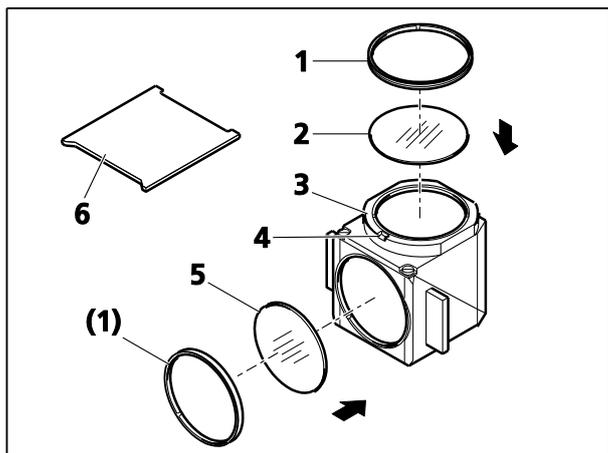

Fig. 36 Remplacement du jeu de filtres dans le module réflecteur FL P&C
- Retirer le module réflecteur FL P&C (Fig. 36/3) de la tourelle porte-réflecteurs et le déposer (voir aussi le paragraphe 4.11.2).
- Utiliser la plaque de montage (Fig. 36/6) du jeu d'outils pour dévisser la bague de retenue (Fig. 36/1).
- Tourner le module réflecteur afin que le filtre (Fig. 36/2 ou 5) tombe sur une surface lisse.
- Insérer le filtre interférentiel (filtre d'émission) dans (Fig. 36/2), et le filtre excitateur dans (Fig. 36/5). Fixer les deux filtres avec les bagues de retenue (Fig. 36/1).
Le filtre interférentiel et le filtre excitateur peuvent porter une désignation et une flèche sur leur circonférence. La flèche indique le sens dans lequel le filtre doit être inséré dans le module réflecteur ; elle doit toujours être dirigée vers l'intérieur (voir flèches à la Fig. 36).
Lors de l'insertion du filtre interférentiel correspondant dans un module réflecteur, aligner cette étiquette avec l'encoche d'orientation (Fig. 36/4). Cela permet de s'assurer que les angles de calage des filtres interférentiels utilisés dans tous les modules réflecteurs de la tourelle ont des positions définies et identiques. Bien que le décalage de l'image entre les modules soit intrinsèquement très faible avec les filtres ZEISS, il peut être encore réduit voire entièrement compensé par la mesure ci-dessus.